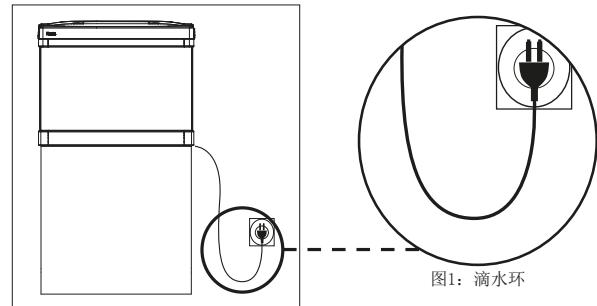

图1：滴水环
- b. 避免装置插头或插座进水，竖立放置水族箱并使水族箱紧靠装有插座的墙壁一侧，以防止水滴落到插座或插头上。为把水族箱装置连接到插座上的电源线，用户应制作一个“滴水环”（如图1所示）。“滴水环”是插座或连接器下方的电源线部分。如有必要，使用延长线路，以避免水沿着电源线流入插座。如果插头或插座已进水，请勿拔除电源线。断开装置电源保险丝或电路，然后拔除设备并检查插座内是否进水。